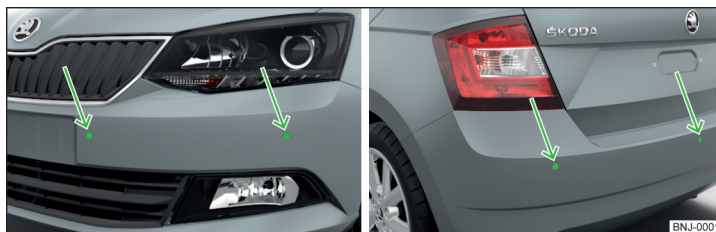

Abb. 127 **Vorbauort der Sensoren auf der linken Fahrzeugseite: vorn/hinten**
- Die Systemsensoren » Abb. 127 auf Seite 107 sauber, schnee- sowie eisfrei halten und mit keinerlei Gegenständen abdecken, anderenfalls kann die Systemfunktion eingeschränkt sein.
Das System berechnet mithilfe von Ultraschallwellen den Abstand zwischen dem Stoßfänger und einem Hindernis. Die Ultraschallsensoren befinden sich je nach Fahrzeugausstattung im hinteren bzw. auch im vorderen Stoßfänger » Abb. 127.